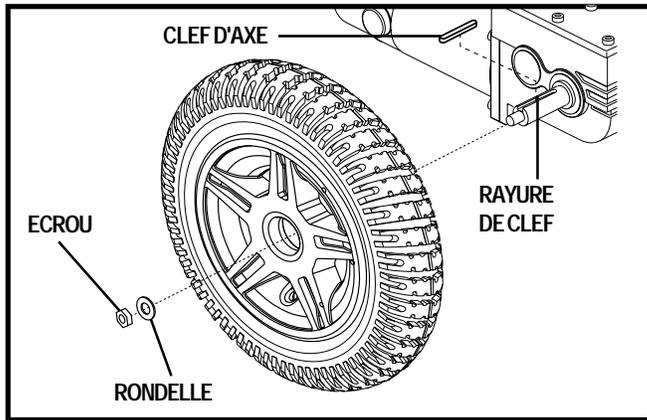

Figure 20. Enlèvement de la roue motrice
4. Retirez l'écrou et la rondelle de roue motrice sur l'essieu. Voir la figure 20.